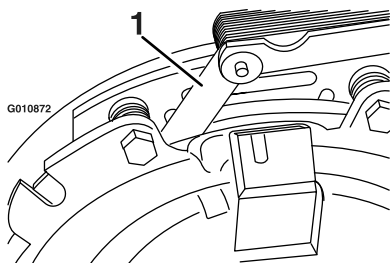
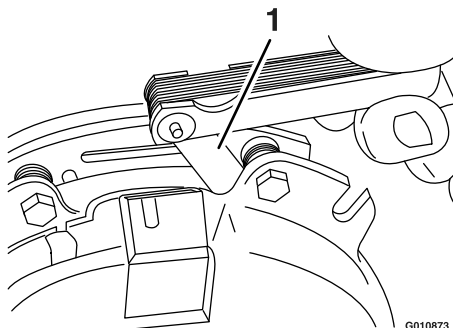

Figure 73
Figure 74
- E. A l'aide d'une jauge d'épaisseur de 0,25 mm (0,01 po), vérifiez qu'il existe un entrefer entre le rotor et la face de l'induit, de chaque côté du pôle de frein, comme montré à la Figure 73 et la Figure 74.